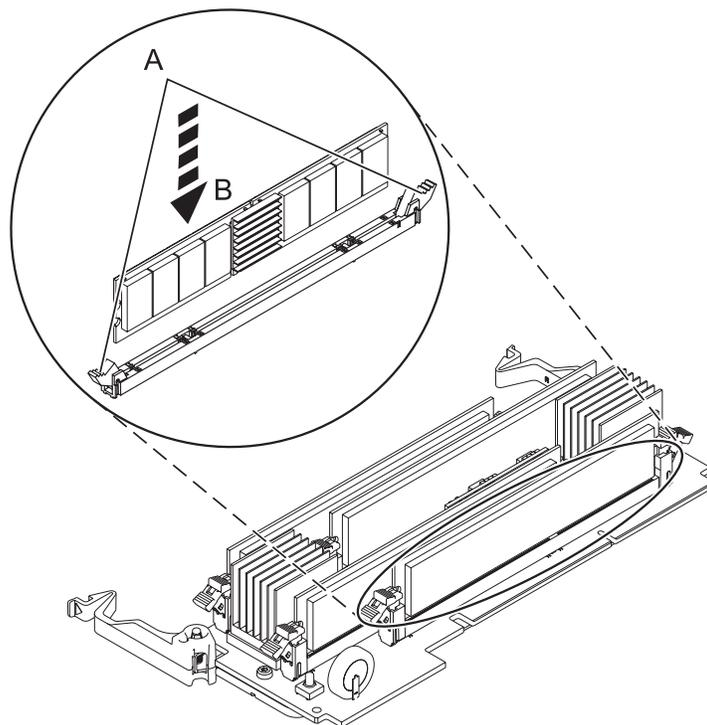

Figure 11. Remise en place d'un module de mémoire
12. Vérifiez que les languettes de verrouillage du connecteur **(A)** sont ouvertes en position déverrouillée, comme indiqué dans la figure 11, à la page 25, avant d'installer un nouveau module de mémoire.